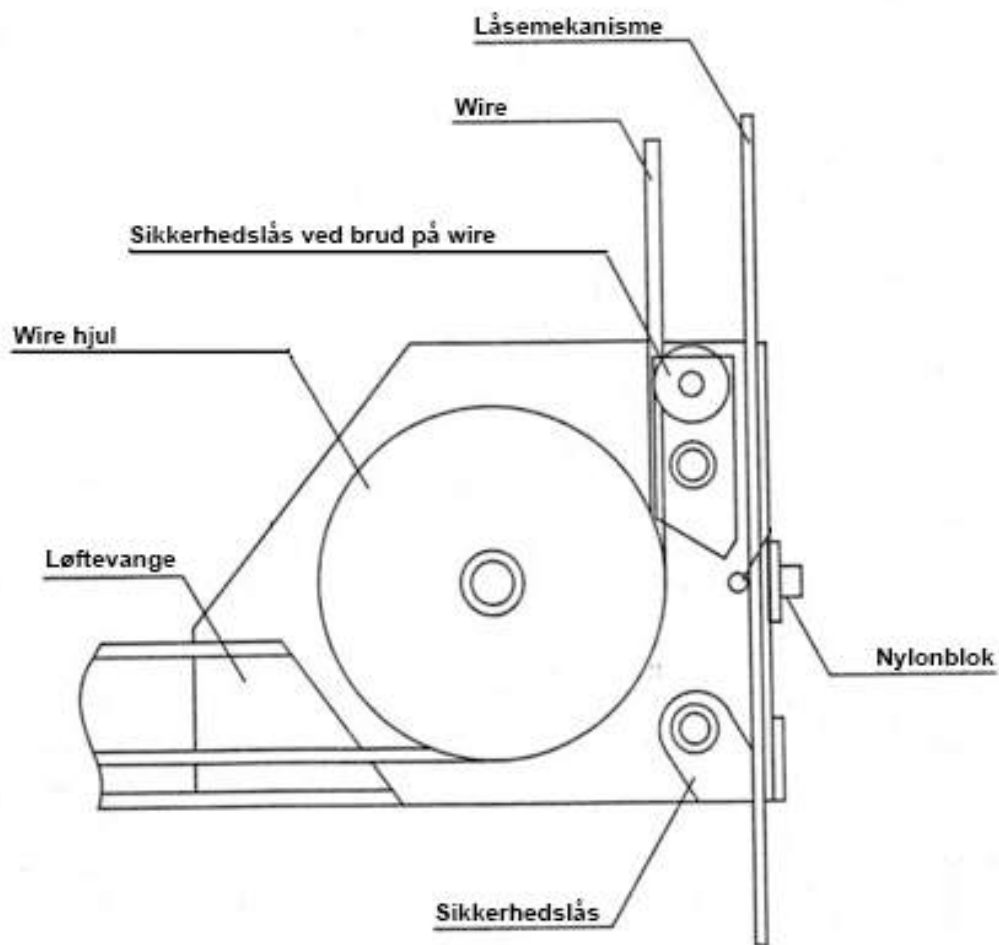

Fig. 11 – Montering af wire på løftevangen
6. Placer løftevangen på siden således at wire kan føres igennem hjul og op langs sikkerhedslåsen (se fig. 11 hvor det vises hvordan wire skal monteres så den ligger op langs sikkerhedslåsen). Dette gøres for begge sider af løftevangen.